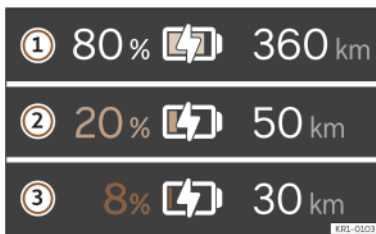

Fig. 2 Sul quadro strumenti digitale: autonomia e indicazione della riserva.
Lo stato di carica attuale della batteria ad alto voltaggio è indicato dal simbolo sul quadro strumenti digitale >>> fig. 2 ①. Il simbolo della batteria sarà più o meno pieno a seconda dello stato di carica della batteria.
L'autonomia del veicolo è indicata in chilometri (km) o miglia (mi) a seconda dell'impostazione selezionata >>> fig. 2 ②.
Area della riserva >>> fig. 2